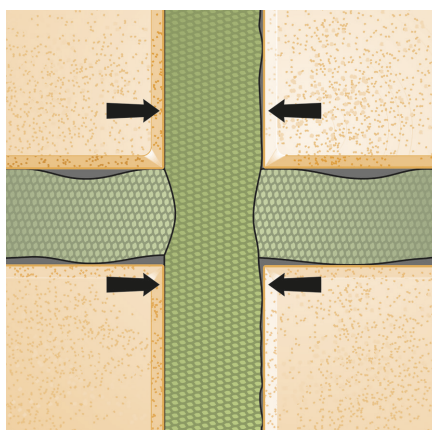

Fig 4
- Ved fasadefuging monteres de vertikale fugene nedenfra og opp først, deretter de horisontale, se fig. 4 og 5.
- Vær oppmerksom på trykktilpasningen i kryssfuger, se fig. 4.